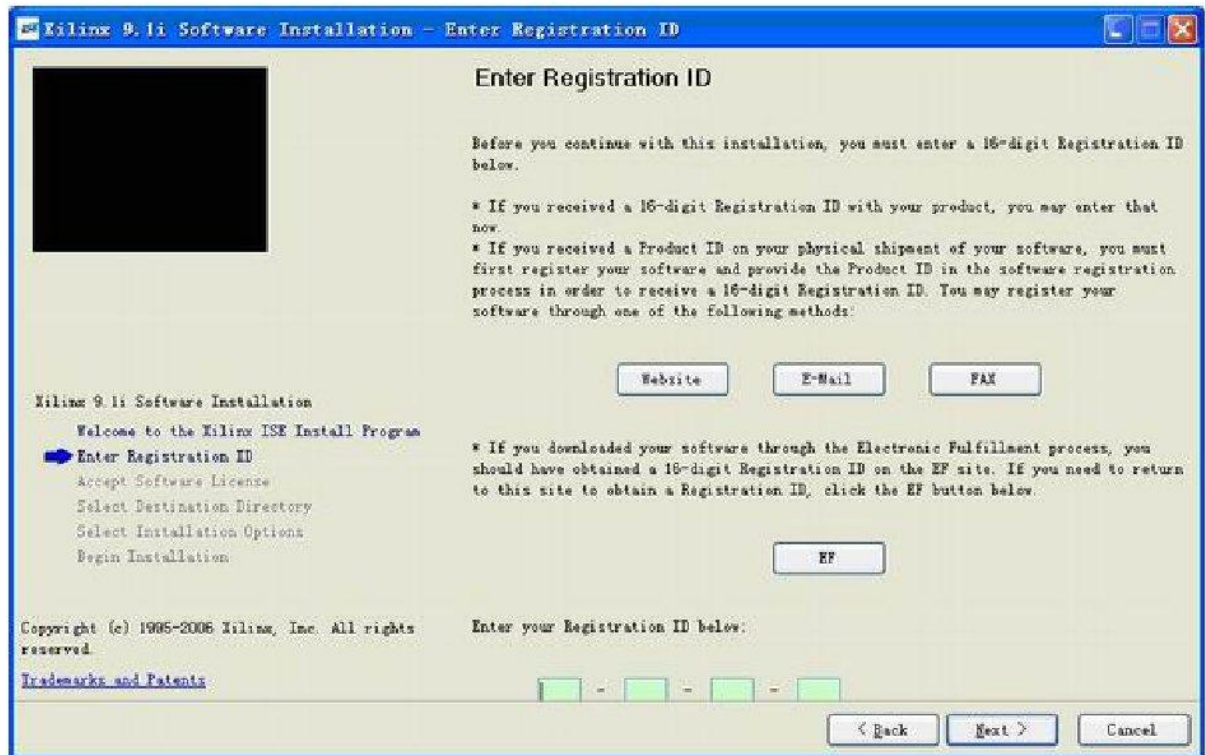

图 4-2 ISE9.1 安装程序的注册码输入界面
2. 接着进入注册码获取、输入对话框，如图 4-2 所示。注册码可以通过网站、邮件和传真方式申请注册码。如果已有注册码，输入后单击“Next”按键后继续。